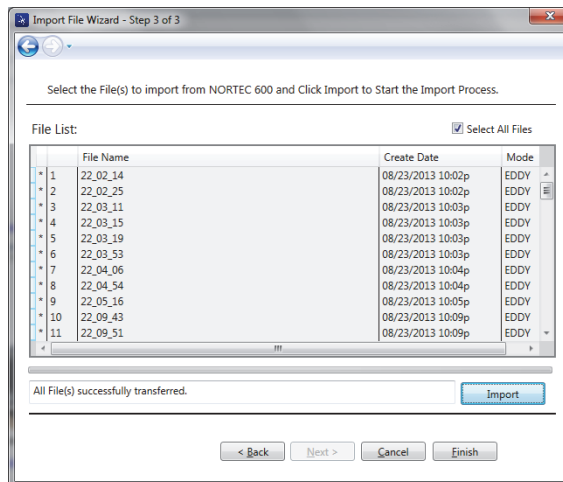

図 6-5 ファイルのインポートウィザードの転送プロセス終了
- すべてのファイルが転送されたら、**Finish** (完了) をクリックしてウィザードを終了します (308 ページの図 6-5 を参照)。